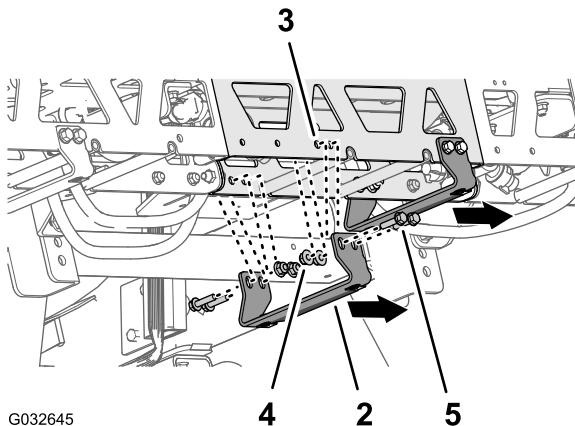

Рисунок 151
поверхности ферменной рамы с расстоянием по 25 мм между отверстиями (Рисунок 151).
3. Совместите отверстия в опорном кронштейне (номер 131-3703-03 по каталогу Toro) с отверстиями в удлинителе средней секции опрыскивателя, месторасположение которых было определено согласно пункту 2, так, чтобы широкий фланец кронштейна был слева; см. Рисунок 151.
4. Установите опорный кронштейн на ферменную раму (Рисунок 151) с помощью 4 болтов с фланцевыми головками (3/8 x 1-1/4 дюйма — номер 110-5050 по каталогу Toro) и 4 фланцевых контргаек (3/8 дюйма — номер 104-8301 по каталогу Toro).